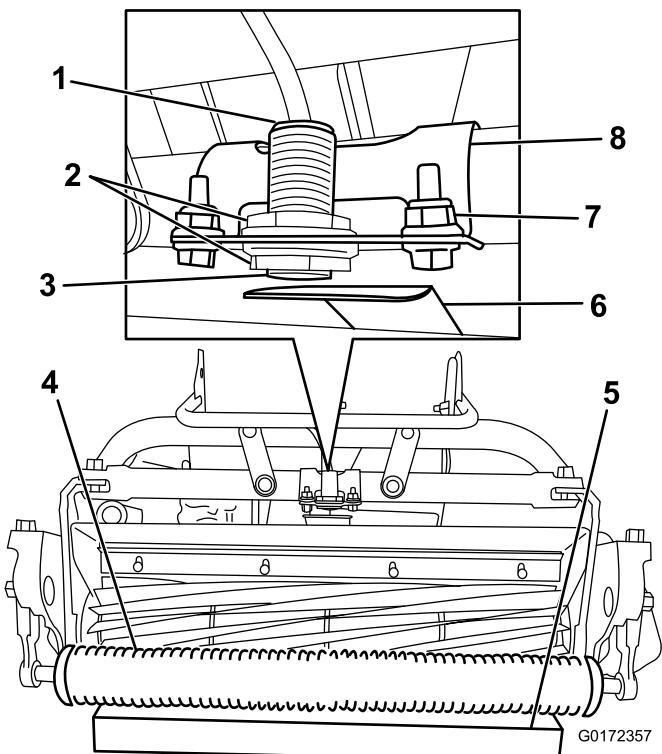

Figura 18
2. Afloje las contratuerca del sensor y ajuste el sensor hasta que quede visible una rosca por debajo de la contratuerca inferior (Figura 18).
- Coloque un bloque de 3,8 cm debajo del rodillo delantero de la unidad de corte (Figura 18).
- Afloje los pernos que sujetan el soporte del sensor al bastidor (Figura 18).
- Gire el soporte del sensor hacia la placa objetivo hasta que se encienda la luz situada encima del sensor (Figura 18). Si ya estaba encendida, gírela hacia fuera hasta que se apague la luz, y luego en el sentido contrario justo hasta que se encienda.